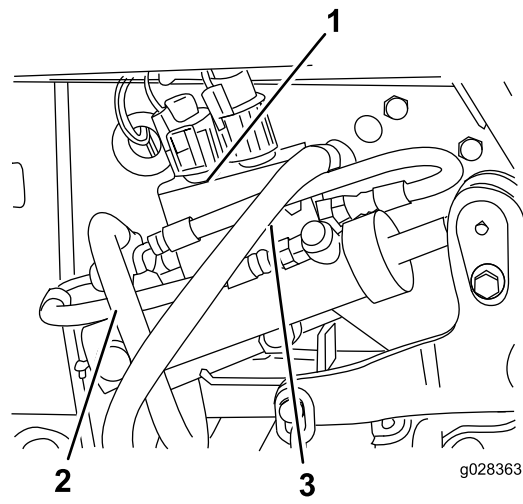

Figura 37
11. Scollegate il flessibile del serbatoio dalla valvola di regolazione (Figura 37).